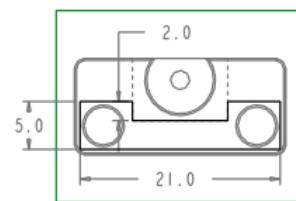

图 14.13 截面草图
(3) 进入草绘环境后, 选取 **MAIN_PARTING_PLN** 基准平面和 **MOLD_FRONT** 基准平面为草绘参考, 单击“投影”按钮 , 然后绘制图 14.13 所示的截面草图。完成特征截面的绘制后, 单击“草绘”操控板中的“确定”按钮 。